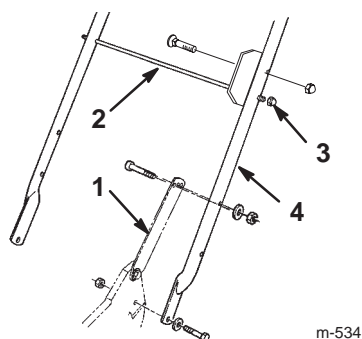

Bild 2
2. Befestigen Sie die Griffflaschen mit zwei Schrauben (5/16–18 x 1-1/2 Zoll), Scheiben und Nygonsicherungsmuttern am Griff (Bild 2).
3. Schieben Sie die Korbstützstange durch die **oberen** Befestigungslöcher im Griff und sichern jede Seite mit einer Sicherungsmutter ab (Bild 2).